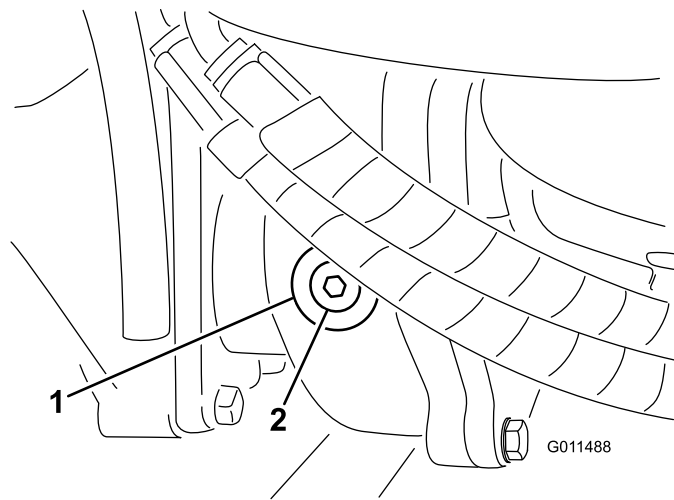

図 61
2. ギアボックスの左側から点検・補給用プラグを抜き、穴の高さまで潤滑油があることを確認する 図 61。